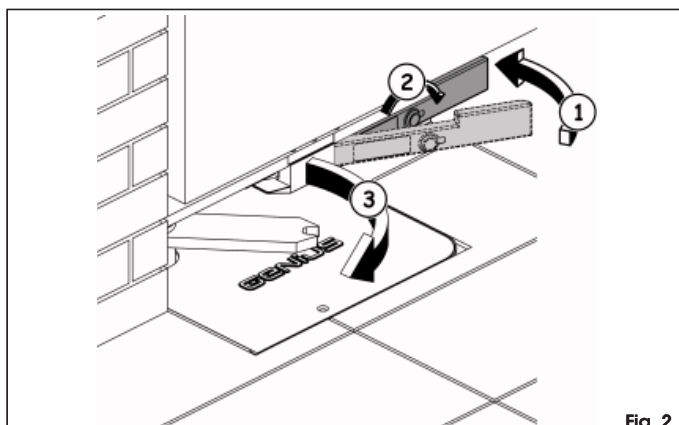

Fig. 2
- Hebel wieder eindrücken (Abb. 2 Bez. ①)
- Schlüssel in das Schloß einstecken und bis zum Anschlag gegen die Pfeilerichtung drehen (Abb. 2 Bez. ②)
- Torflügel manuell betätigen, bis das Elektroschloß in den Verriegelungsbügel einrastet (Abb. 2 Bez. ③)